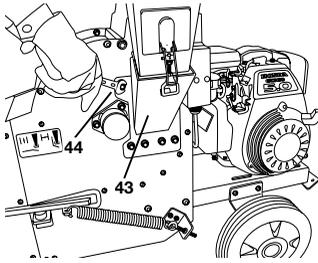

Figura 37
- Después de reemplazar los martillos en los tres ejes de martillo, vuelva a atornillar la tolva lateral (43) con las 4 tuercas hexagonales (44) exteriores (véase la Figura 37).
- Una vez que haya sustituido la cuchilla, vuelva a atornillar la tolva lateral (véase la Figura 37).
- Retire la tolva lateral (43) aflojando las 4 tuercas hexagonales (SW 13) (véase la Figura 37 en la página 14).
- Una vez que haya sustituido la contra-cuchilla, vuelva a atornillar la tolva lateral (véase la Figura 37 en la página 14).